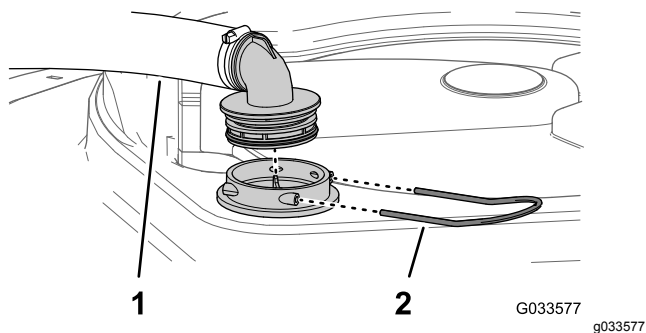

图 46
2. 在打药机药缸的顶部拆下固定从过滤器外壳连接至大软管的软管接头的卡环图 46。
3. 从过滤器外壳上拆下软管和软管接头图 46。